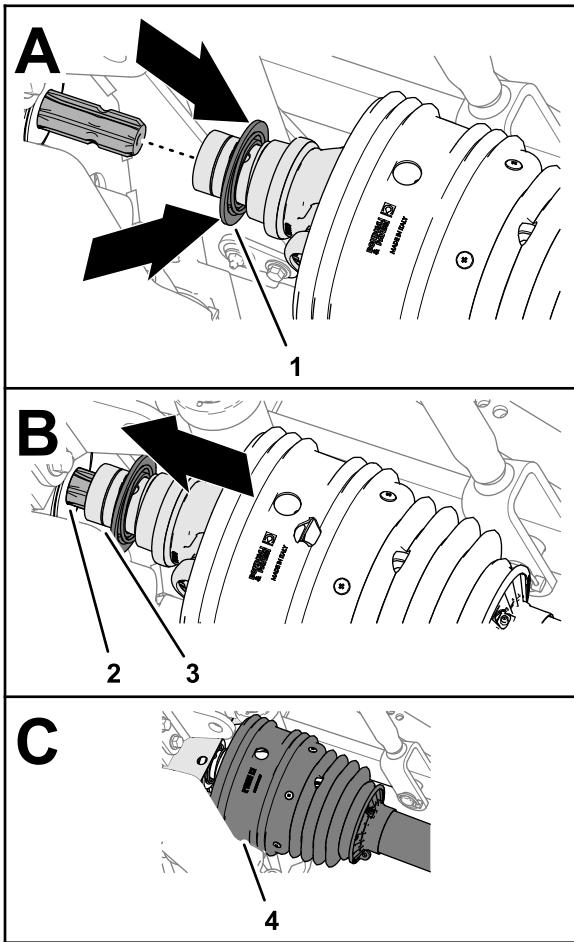

Figure 27
3. Tirez la bague de blocage en arrière sur la chape de l'arbre de transmission (Figure 27).
4. Tout tirant la bague de blocage en arrière, poussez la chape de l'arbre de transmission en avant et faites glisser la douille de la chape par-dessus les cannelures de l'arbre de sortie de la PDF (Figure 27).
6. Vérifiez que la protection recouvre la chape de l'arbre de transmission (Figure 27).